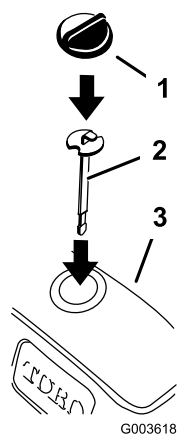

図 36
3. 新しいディップスティックを差し込んで油圧オイルの量を確認する（図 36）。